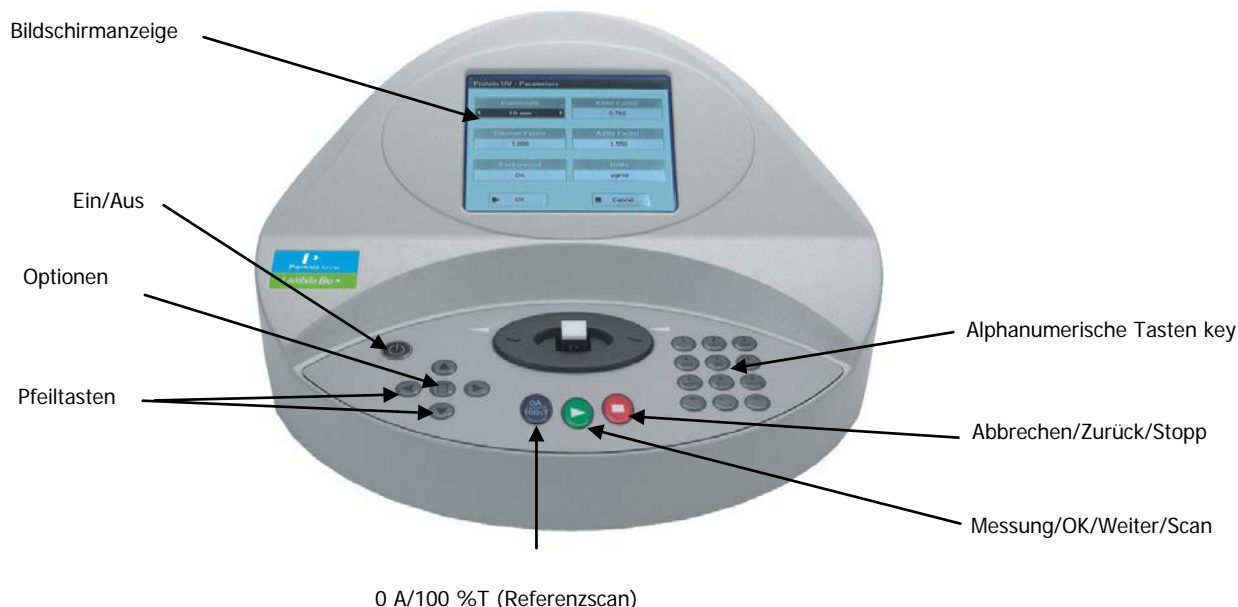

Abb. 2 Gerätetastatur und Bidschirmanzeige
- Schalten Sie das Gerät mit der Ein/Aus-Taste ein, deren Lage in Abb. 2 angegeben ist. Das Gerät wird zunächst eine Reihe von Diagnostiktests ausführen.